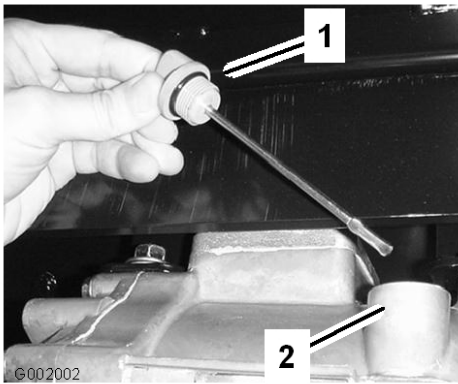

Figura 66
2. Togliete l'asta di livello del transaxle ed asciugatela con un panno pulito (Figura 66).